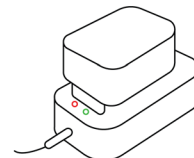

рис. 2
2. Вставьте аккумулятор в зарядную станцию. (рис. 2)